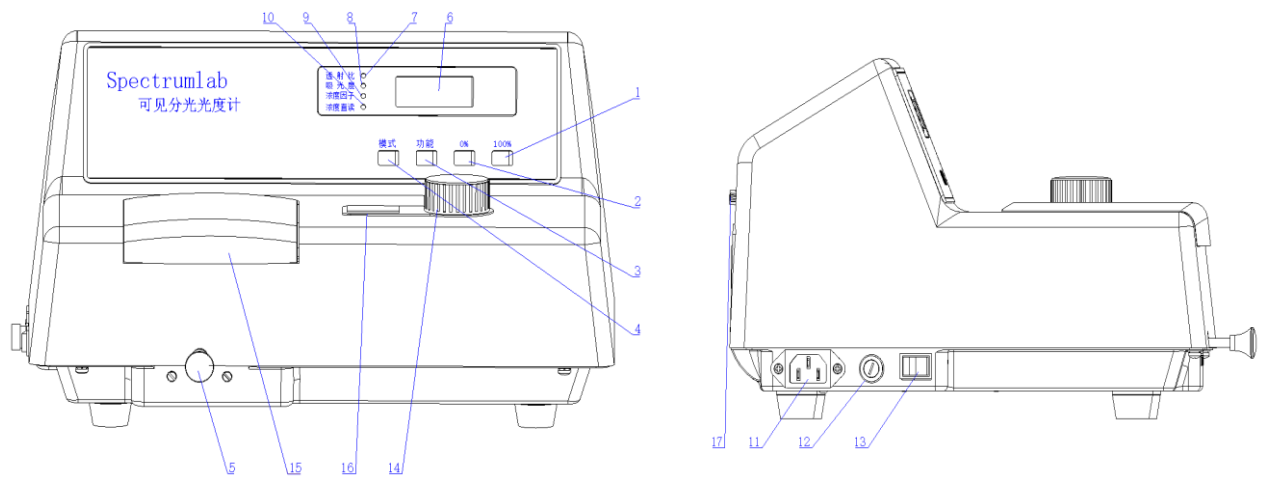
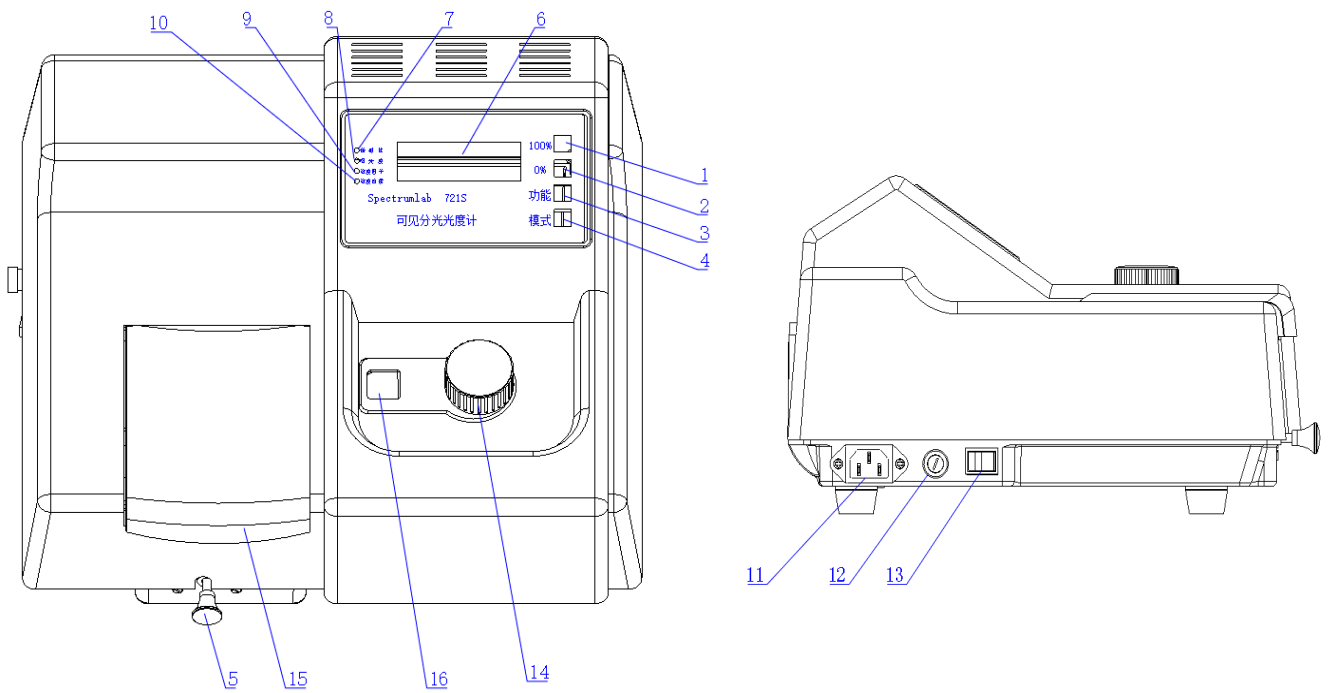

图 1
图 2
- 注：图 1 为 722SP、S22PC 外形，图 2 为 721S 外形。